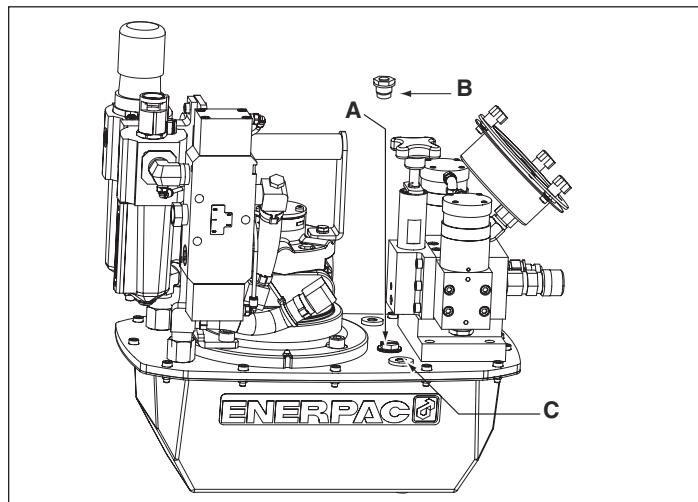

図2、ZA4Tブリーザの取り付け
4.1 タンクのブリーザキャップ(図2を参照)
始動前にオイルレベルを確認し、必要であればカバープレートから SAE #10プラグを外してオイルを追加します(図2参照)。オイルレベルがガラスボルトの覗き穴の一番上に達したら一杯です。(図4)